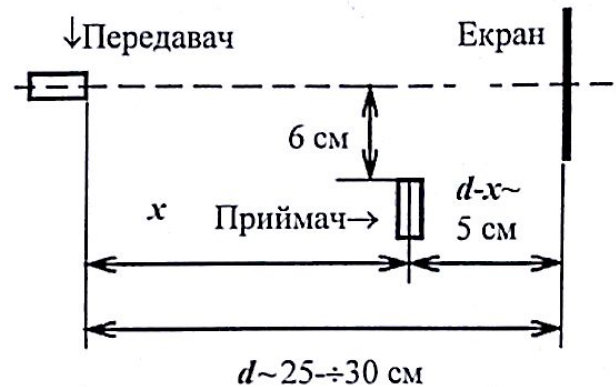

Рис.2. Схема розташування елементів установки.
2. Елементи установки (екран, УЗ приймач та передавач) розташуйте на оптичній лаві початково приблизно на відстанях, зазначених на рис.2.